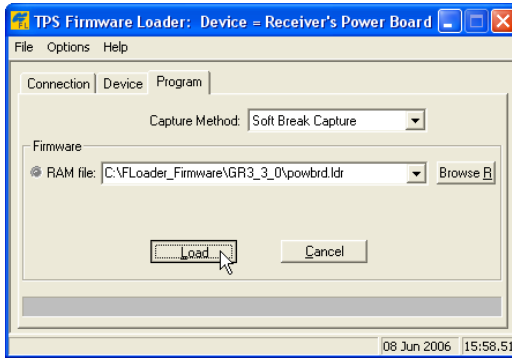

Figura 5-22. Valores de la Pestaña Program
- Haga clic en la pestaña **Program** y configure el *Capture Method* como “Soft Break Capture” (recomendado) (Figura 5-22).
- Busque y seleccione el archivo RAM de la tarjeta de alimentación (Figura 5-22).